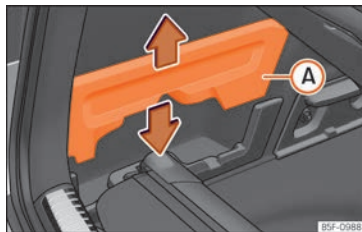

Fig. 143 En el maletero: alojamiento para guardar la bandeja enrollable.
- Extraiga las tapas izquierda y derecha »» **fig. 143 A.**